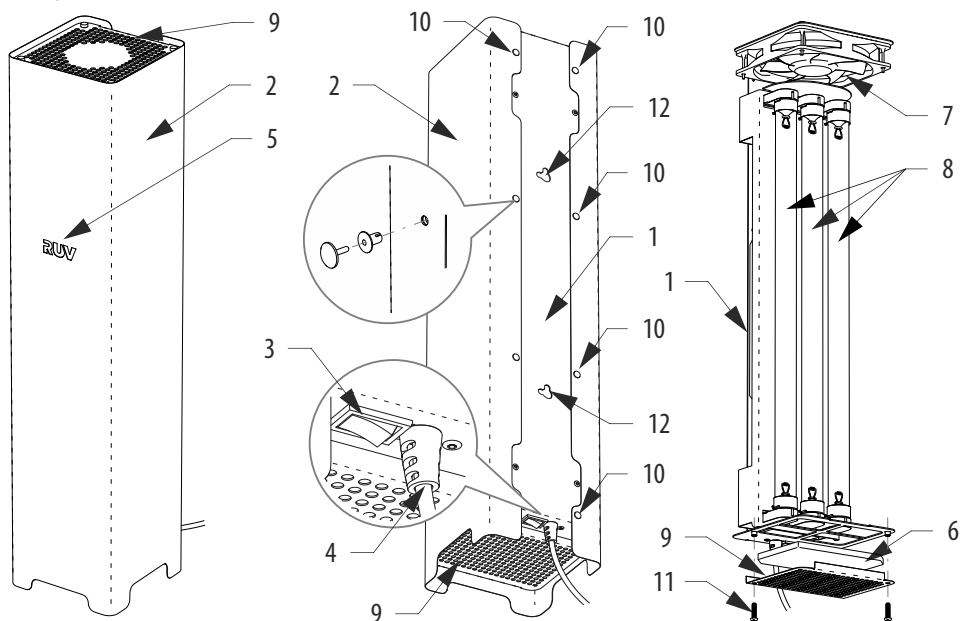

Рисунок 3. Общая конструкция рециркулятора RUV-3001, RUV-3002, RUV-3003. (Условно показан RUV-3003)
- 6.4.1. Измерьте межцентровое расстояние между проушинами 12 (см. рис. 3). С помощью уровня и линейки (рулетки) разметьте на стене отверстия для монтажа. Выбирайте крепёж в соответствии с материалом стен: шурупы для деревянных стен или стен из древесных материалов; дюбеля с шурупами для бетонных, кирпичных или газосиликатных стен; специальный крепёж для стен из ГКЛ.